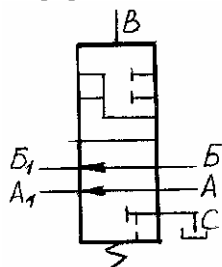

Рис. 46 Гидрораспределитель
6. ГИДРОРАСПРЕДЕЛИТЕЛЬ ЭО-3323А.07.21.010 (рис. 46)